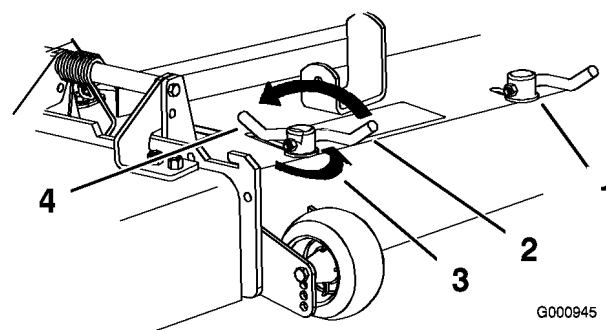

Figure 20
- Pour régler les verrous à came, soulevez le levier pour desserrer le verrou (Figure 20).
- Repoussez le levier à sa position d'origine pour serrer le déflecteur et les verrous (Figure 20).